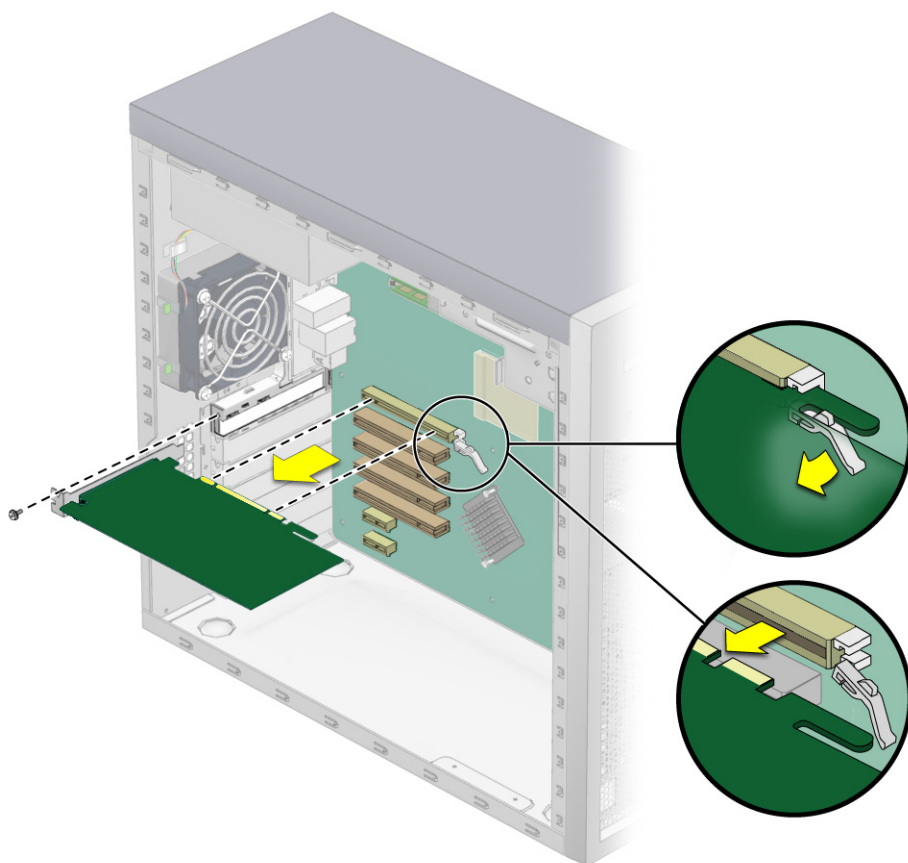

图 4-17 拆卸图形卡
- 对于 PCI Express 图形卡（参见图 4-17）：